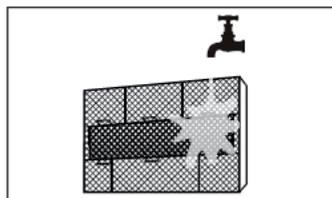

fig. 18 -
5. Lave os filtros principais com água ou aspire-os "fig. 18 -". Deixe os filtros secarem completamente, evitando a exposição directa à luz solar.